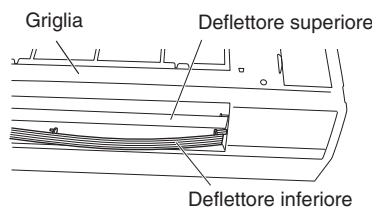

Fig. 3-14
- (5) Liberandone i quattro pernetti rimuovere il deflettore inferiore. (Figs. 3-14 e 3-15)